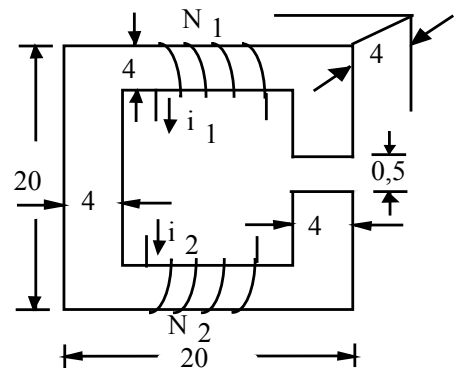

Figura 1.6
1.11.- En el reactor de la Figura 1.6, determine la energía total almacenada en el entrehierro y en el núcleo considerando los siguientes datos: $i_1 = 2,5$ A; $i_2 = 1$ A; $N_1 = 750$ espiras y $N_2 = 250$ espiras. Las dimensiones están dadas en cm y la característica B-H del material del núcleo se indican en la Tabla 1.2